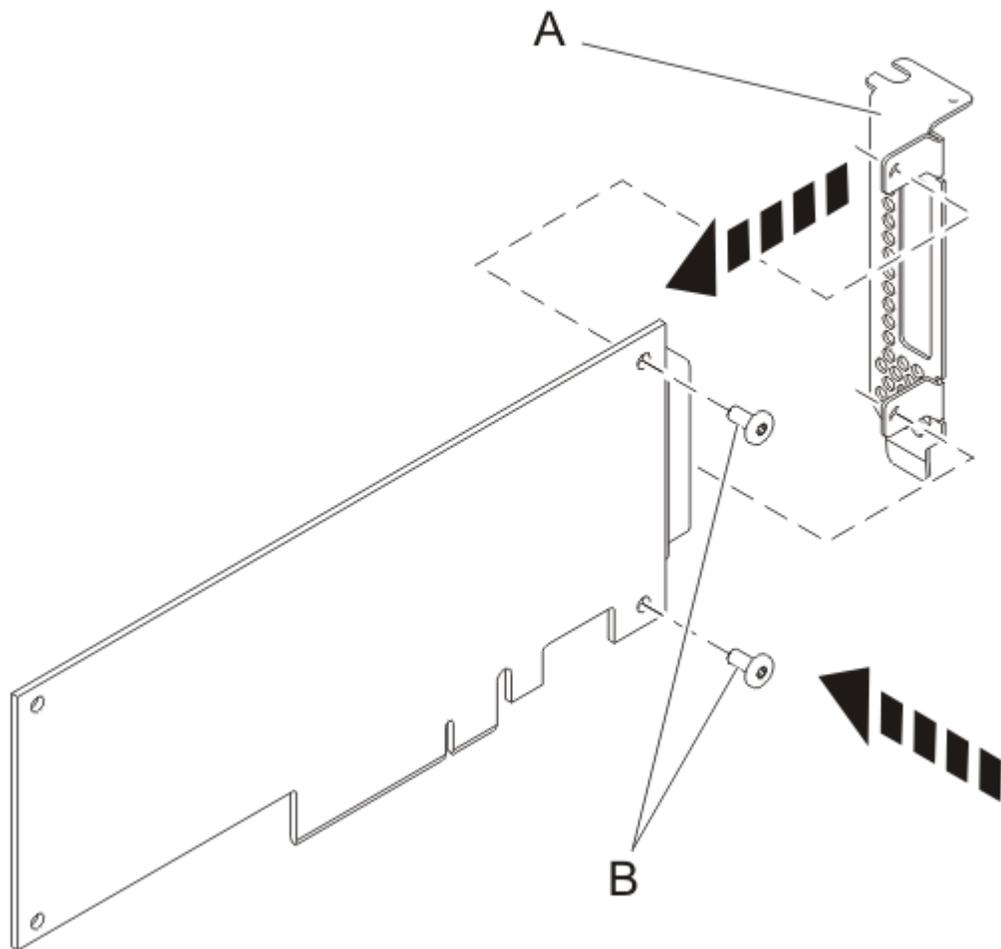

Figure 39. Fixation de l'équerre de montage demi-hauteur à un adaptateur
14. A l'aide d'un tournevis cruciforme et des deux vis de fixation (B), fixez l'équerre de montage (A) de l'adaptateur défectueux au nouvel adaptateur, comme illustré dans la Figure 39, à la page 58.